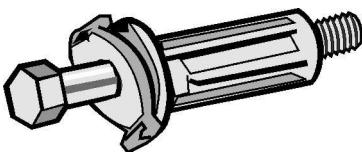

Figure 2
- Recherchez les quatre boulons de transport livrés à l'origine avec la laveuse (voir la **Figure 2**).